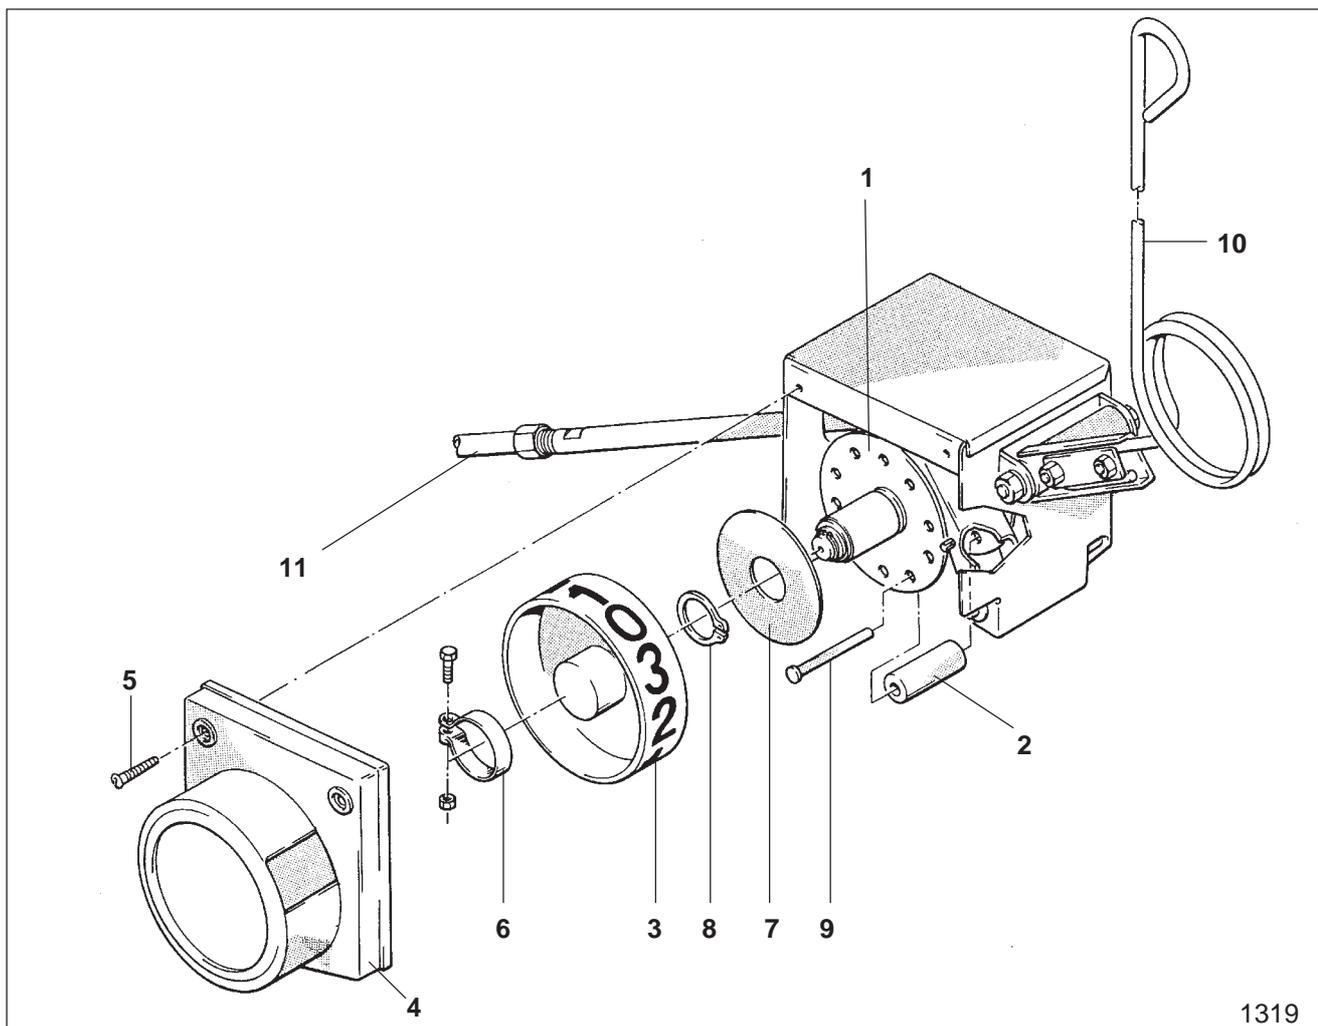

Fig. 18.32
Der Abstand der Fahrgassen (siehe Tabelle vorne) entspricht der Arbeitsbreite des Düngerstreuers oder der Spritze. Den Rhythmus, Fahrgassen anzulegen, bestimmt der Schaltkasten (Fig. 18.32). Ist es erforderlich in einem anderen Rhythmus Fahrgassen anzulegen, ist das Teilungsrad (Fig. 18.32/1) im Schaltkasten auszutauschen oder umzurüsten.
Für die 2-, 3-, 4- und 6-fach Schaltung braucht das Teilungsrad (Fig. 18.32/1) nicht ausgetauscht zu werden. Zum Umrüsten des Schaltkastens auf eine andere Schaltung innerhalb dieser Gruppe sind lediglich die Schaltrollen, wie in Kap. 18.9.1 beschrieben, am Teilungsrad umzustecken bzw. zu ergänzen.
- Schutzdeckel (Fig. 18.32/4) nach dem Lösen der zwei Blechschrauben (Fig. 18.32/5) abnehmen.
- Schelle (Fig. 18.32/6) lösen und zusammen mit dem Anzeigerad (Fig. 18.32/3) abziehen.
- Die Sicherungsscheibe (Fig. 18.32/7) ist nach dem Entfernen des Sicherungsringes (Fig. 18.32/8) abzunehmen.
- Die freiliegenden Schaltrollen (Fig. 18.32/2) sind nach Herausziehen der Bolzen (Fig. 18.32/9), wie in Kap. 18.9.2 gezeigt, im Teilungsrad einzusetzen.